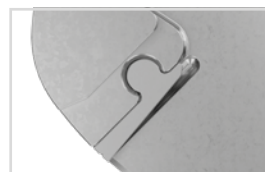

Fig. 5
**i** Se si desidera utilizzare un arresto di estensione diverso dall'arresto premontato 5° (fig. 5), seguire le indicazioni contenute nel paragrafo 10.2